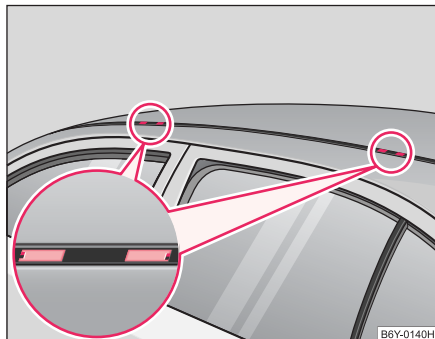

Abb. 62 Befestigungspunkte für Grundträger
- Kunststoffkappen ⇒ Abb. 62 vorsichtig mit einem Kunststoff-Hilfswerkzeug entfernen, damit es nicht zu Lackbeschädigungen kommt.